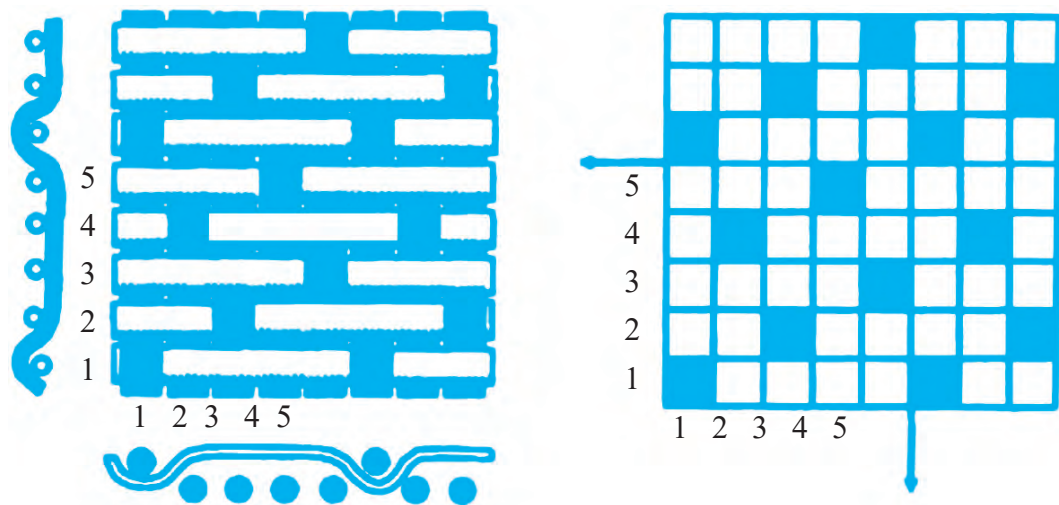

Рис.22. Плетение атласного переплетения с помощью бумаги.
Плетение атласного переплетения (рис.22) с помощью бумаги осуществляется по следующим образом:
8. Изготовленный образец приклеивают к альбому (рис.22).